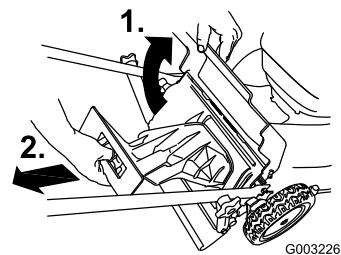

Figura 30
1. Levante y sujeté la puerta trasera (Figura 30).
2. Retire el tapón de descarga trasera (Figura 30).